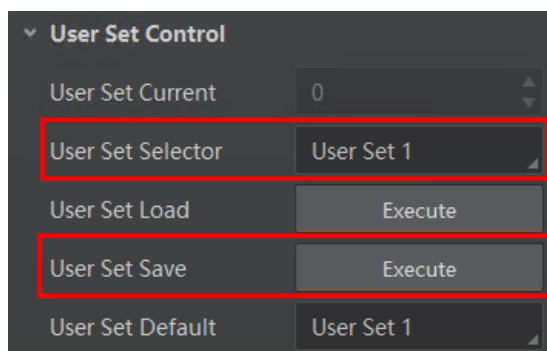

图8-2 保存参数设置
- 保存参数：修改参数后，通过 *User Set Selector* 参数下拉选择其中一套 *User Set* 参数，点击 *User Set Save* 处的“Execute”，即可将参数保存到用户参数中，如图 8-2 所示。